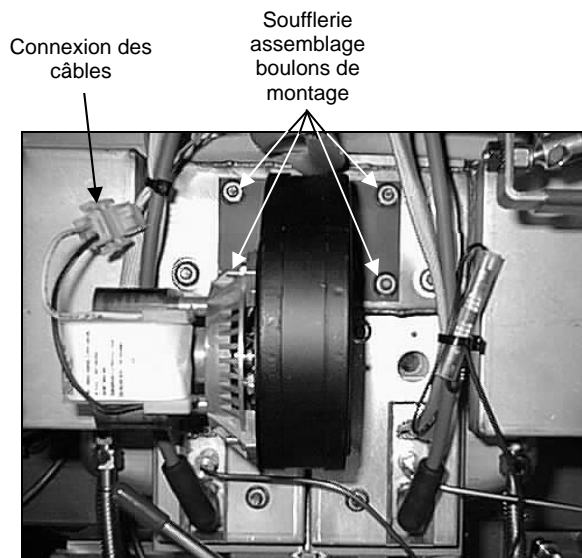

Figure 1
1. Déconnectez le faisceau de câbles de la soufflerie et retirez les quatre écrous de fixation de la soufflerie (voir la Figure 1 ci-dessous). Dans certaines positions, le module doit être enlevé avant de retirer la soufflerie.